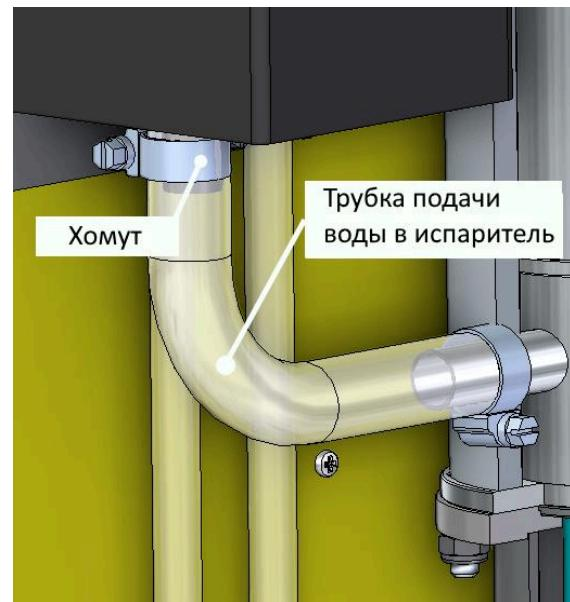

Рис. 6 Расположение трубы подачи воды
- снять трубку подачи воды из ванны в испаритель указанной на рис. 6, открутив хомут, слить остатки воды в емкость;